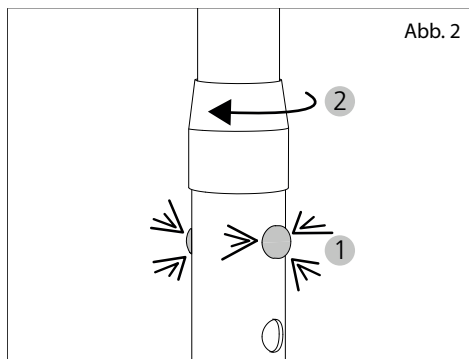

Abb. 2
5. Les tiges à ressort doivent s'encliqueter de manière bien audible. Les tiges à ressort dépassent alors sensiblement du tube (1, fig. 2).
6. Vissez alors fermement le filet du manchon tubulaire dans le sens horaire (2, fig. 2).
4. Après l'ajustement, les tiges à ressort doivent s'encliqueter de manière bien audible (1, fig. 2). Les tiges à ressort dépassent alors sensiblement du tube.
5. À présent, resserrez fermement le filet du manchon tubulaire (2, fig. 2).